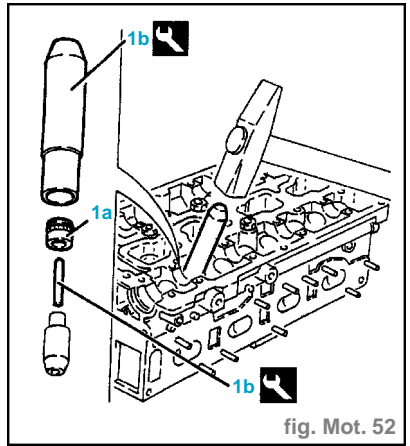

fig. Mot. 52
- Monter le pare-huile de guide de soupapes (1a) avec l'outil (1b) (fig. Mot. 52).